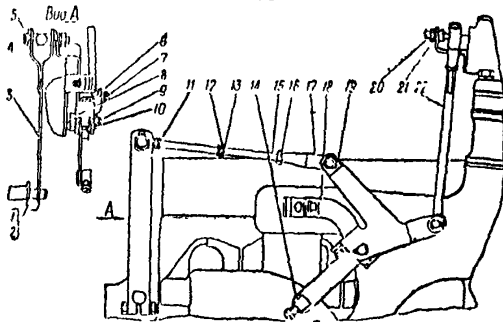

Рис. 5.29. Установка деталей акселератора автомобиля
1) произвести установку газопровода 53Ф-1008010 через прокладки, предварительно установив на газопровод детали акселератора (рис.5.29) шпильку 9 рычагов акселератора, рычаг 14 тяги ручного управления акселератором, рычаг 19 тяги дроссельной заслонки, кронштейн 18 оболочки воздушной заслонки, использовав при этом шплинт 10, пружинную шайбу 8, штуцер переходный 52-07-4408035 и штуцер отбора вакуума;